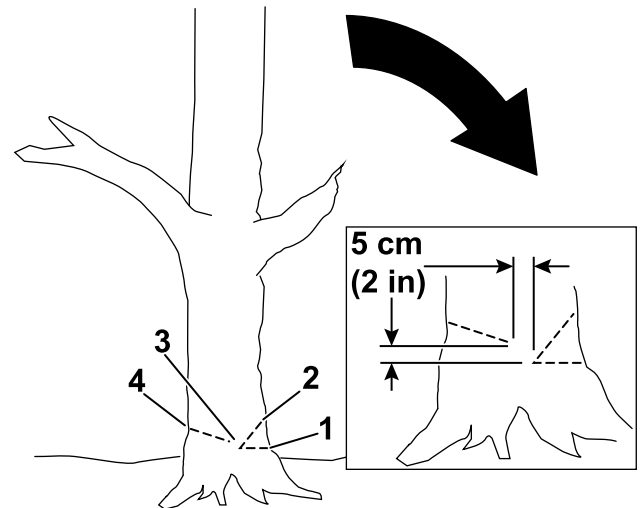

Figure 16
4. Commencez par couper le tiers du diamètre de l'arbre, du côté où vous voulez qu'il tombe (Figure 16).
5. Faites une deuxième coupe oblique pour former une encoche, en commençant au moins 5 cm (2 po) au-dessus de la première coupe (Figure 16).
6. Faites le trait d'abattage du côté opposé à l'encoche et environ 5 cm (2 po) plus haut que le bas de l'encoche, comme montré à la Figure 16.
Important: Arrêtez la troisième coupe 2,5 à 5 cm (1 à 2 po) avant l'encoche pour former une charnière entre les coupes (Figure 16), ce qui empêche l'arbre de tomber dans la mauvaise direction ou de pivoter dans sa chute.
Remarque: Quand le trait d'abattage approche de la charnière (Figure 16), l'arbre devrait commencer à tomber.